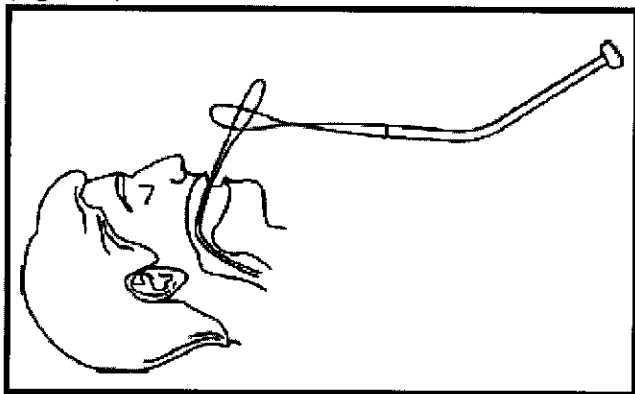

Figura 3
- Pase el bucle del cable de inserción a través del bucle del cable en la sonda para GEP (figura 3).